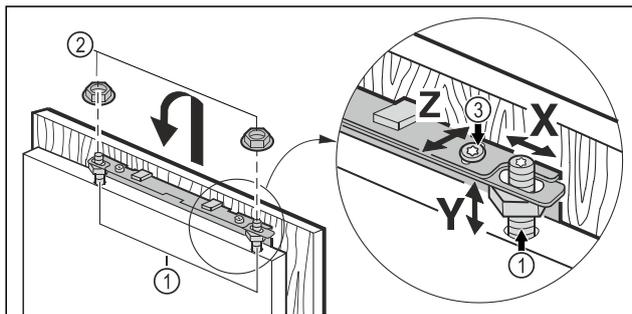

Fig. 46
- ▶ Agganciare la porta del mobile sui bulloni di registrazione Fig. 46 (1) e avvitare i controdadi Fig. 46 (2), senza serrarli, sui bulloni di registrazione.
- ▶ Allineare la porta del mobile all'altezza Y e all'inclinazione laterale: Regolare i bulloni di registrazione Fig. 46 (1) con un cacciavite.
- ▶ Serrare Fig. 46 (3) i controdadi.